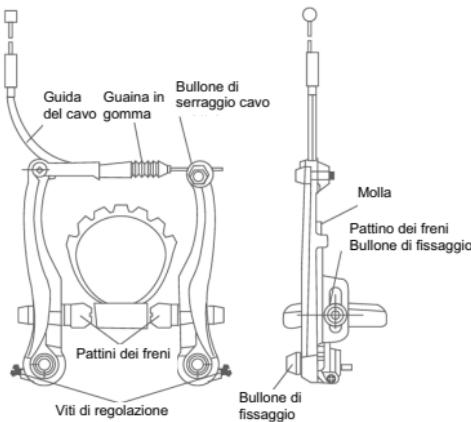

Figura 10
- b. Entrambi i pattini devono avere la stessa distanza dal cerchio di circa 1-2 mm. Possono essere regolati con le viti. (Figura 10)